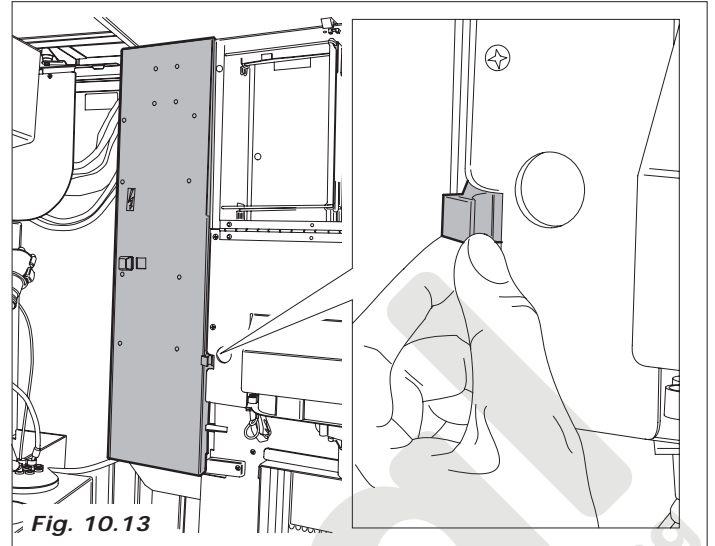
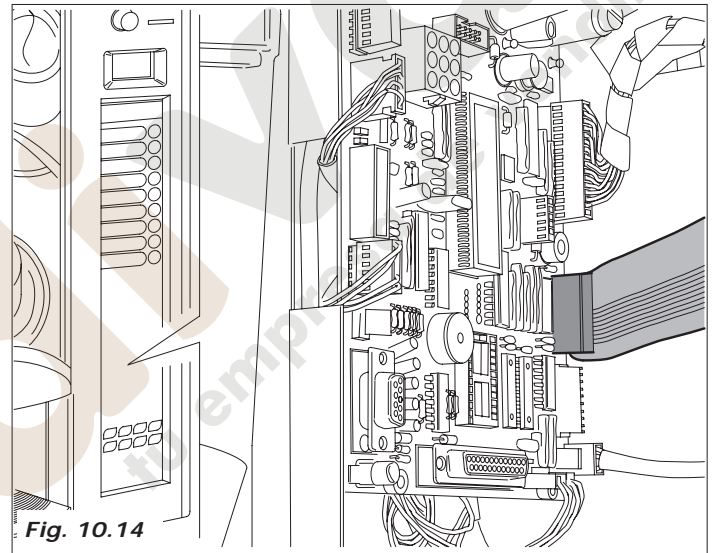

Fig. 10.13
Fig. 10.14
- Abrir entonces el cárter de la tarjeta Master (Fig. 10.13) y conectar el cable flat botonera (Fig. 10.14).